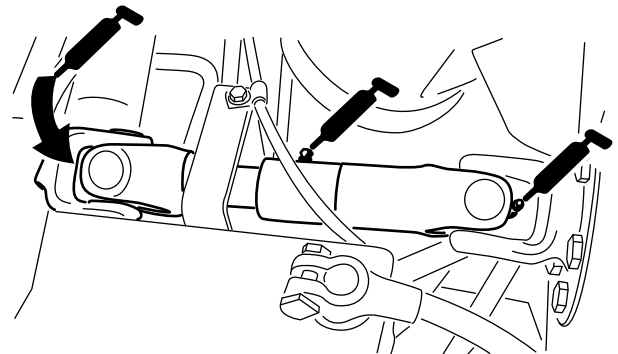

Figura 29
- Articulación de cardán del árbol de transmisión de la bomba (3)—Figura 29